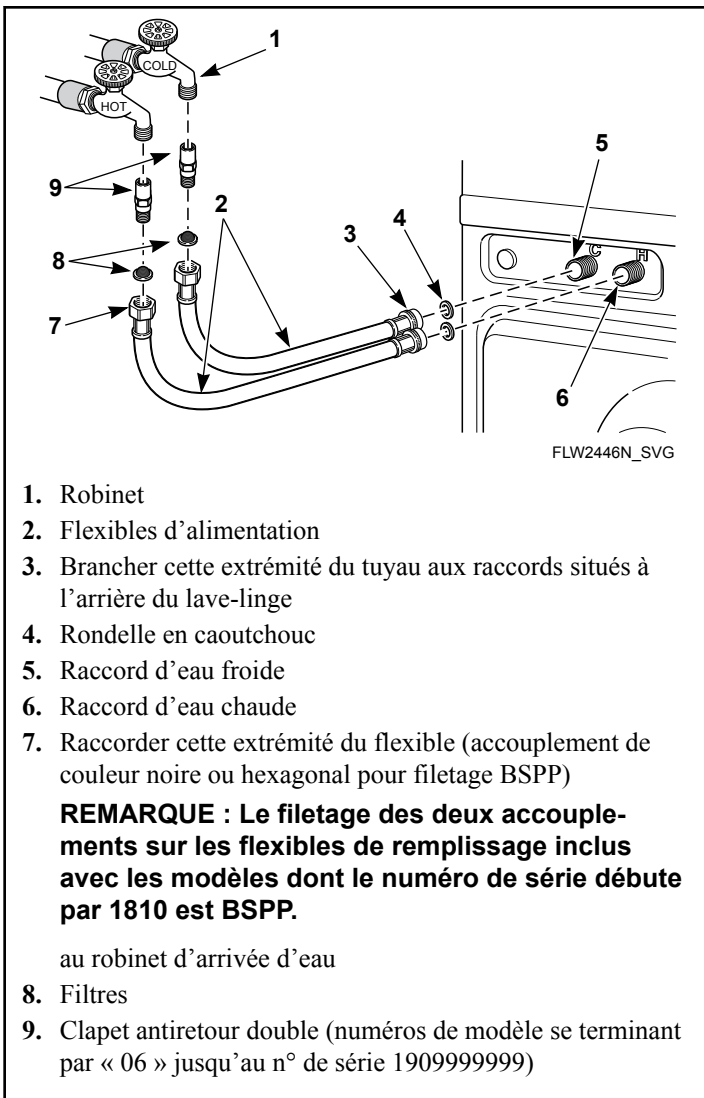

Figure 7
**Numéros de modèle se terminant par « 06 »** (jusqu'au n° de série 190999999) : Afin de se conformer aux règlements relatifs à l'eau, ce lave-linge doit être équipé de doubles clapets anti-retour approuvés de 3/4 pouce, montés sur les approvisionnements en eau chaude et eau froide entre la valve d'arrêt et le tuyau de remplissage. Se reporter à *Figure 7*. Le débit d'eau maximal au distributeur est de 10 litres par minute. Avis d'installation : noter que la machine doit être installée avec des doubles clapets anti-retour (non fournis) sur les robinets.